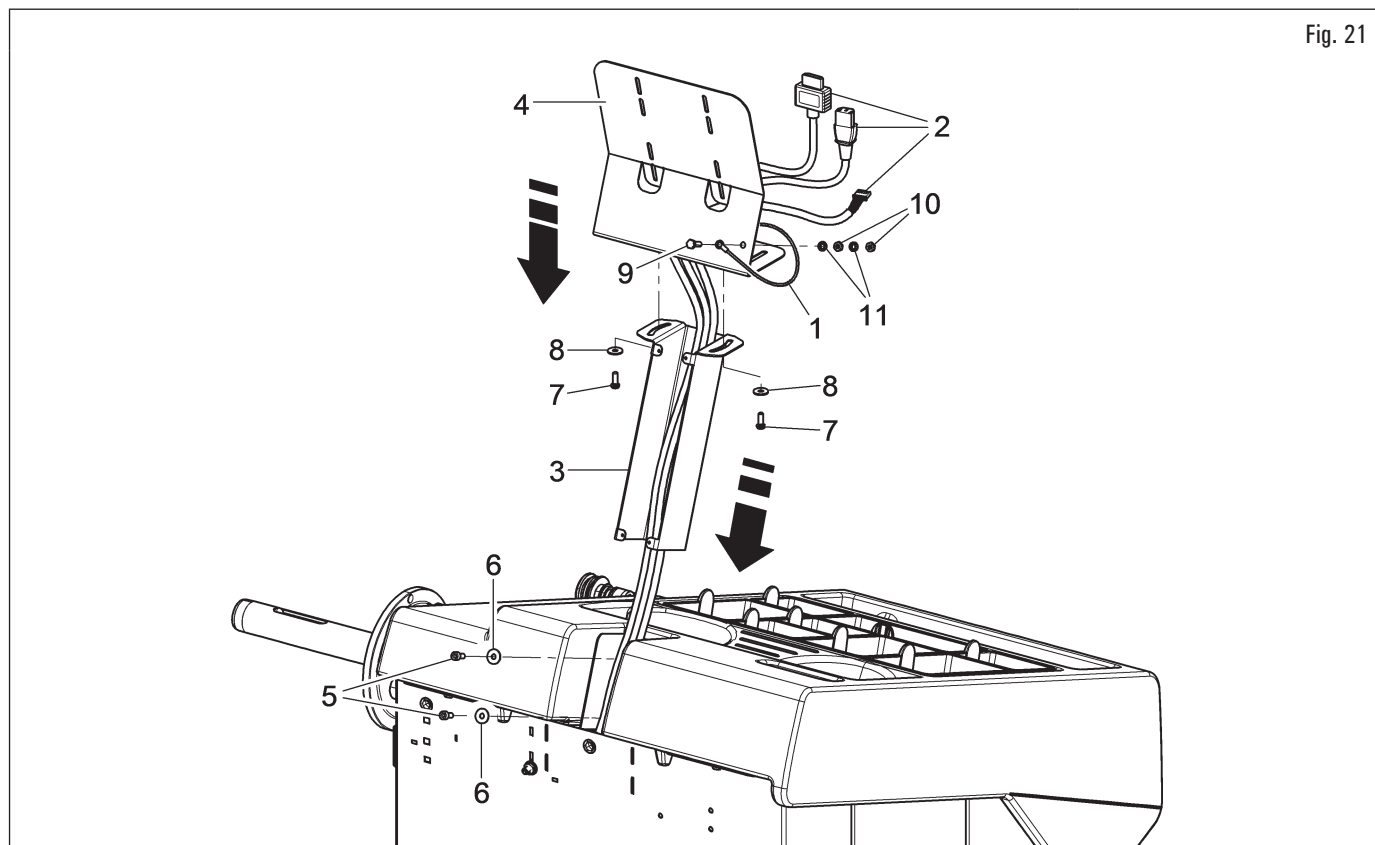

Fig. 21
1. Placez le moniteur avec son support à proximité immédiate de l'emplacement de montage. Insérez le fil de terre (Fig. 21 réf. 1), le moniteur et le clavier (Fig. 21 réf. 2) à travers le support du moniteur (Fig. 21 réf. 3) et la connexion du moniteur arrière (Fig. 21 réf. 4) ;
2. monter le support écran (Fig. 21 réf. 3) à l'emplacement désigné. Fixez le support au châssis avec les vis (Fig. 21 réf. 5) et les rondelles (Fig. 21 réf. 6) fournies ;
3. monter le support du moniteur arrière (Fig. 21 réf. 4) sur le support (Fig. 21 réf. 3) avec les vis (Fig. 21 réf. 7) et les rondelles (Fig. 21 réf. 8) ;
4. Connectez le fil de terre (Fig. 21 réf. 1) à la vis de connexion à la terre (Fig. 21 réf. 9) et bloquez-le avec les écrous (Fig. 21 réf. 10) et les rondelles (Fig. 21 réf. 11).
Pendant cette opération il faut prêter une attention particulière au câbles de terre (Fig. 21 réf. 1), au câble d'alimentation, au câble HDMI et aux câbles du clavier (Fig. 21 réf. 2) pour ne pas les endommager.
Assurez-vous qu'ils sont insérés à l'intérieur du support du moniteur et du support arrière du moniteur, comme indiqué sur Fig. 21.